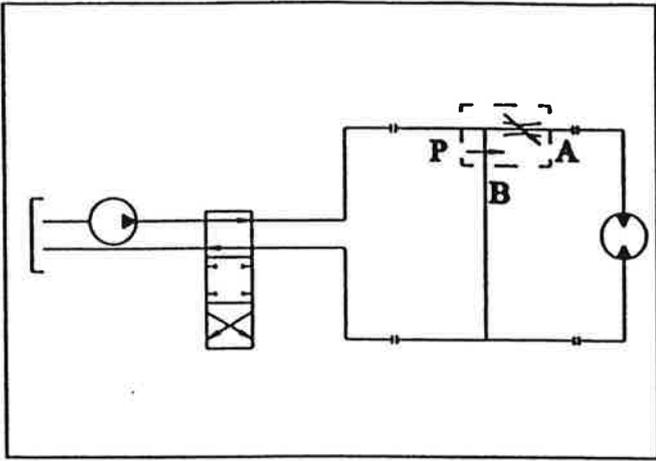

Fig. 19
- Fig. 19 : Hydraulisches Diagramm über die Förderkette.